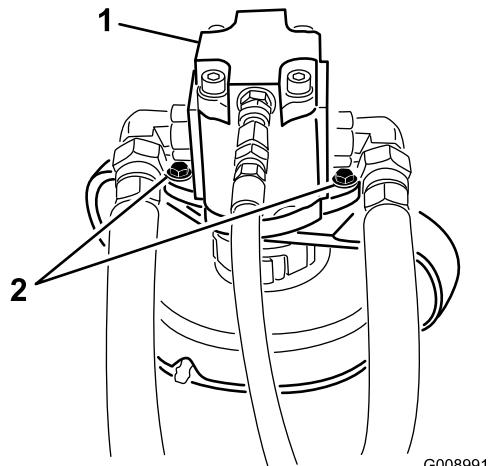

Bild 77
4. Entfernen Sie die Schrauben, mit denen der Hydraulikmotor am Mähwerk befestigt ist (Bild 77). Heben Sie den Motor vom Mähwerk ab und legen ihn auf die Oberseite des Mähwerks.
2. Entfernen Sie die Schrauben, mit denen der Hydraulikmotor am Mähwerk befestigt ist (Bild 77). Heben Sie den Motor vom Mähwerk ab und legen ihn auf die Oberseite des Mähwerks.